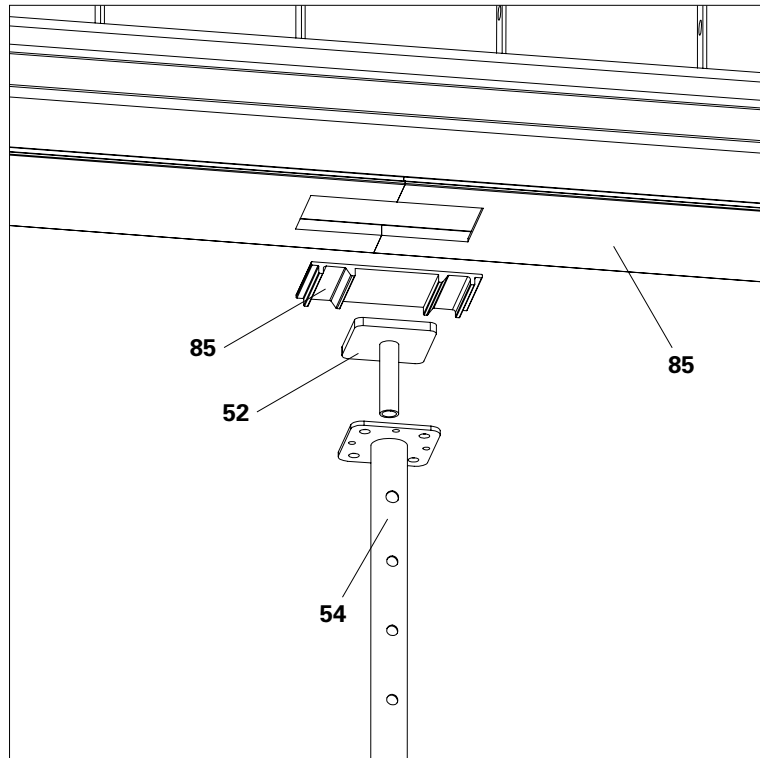

Fig. B6.02
1. Sollevare il profilo fermagetto prefabbricato UNO Plus (85) con la relativa parte a incasso come cassaforma di trave e soletta. (Fig. B6.02)
2. Montare il corrente fermagetto UNO Plus (20).
3. Preparare il profilo fermagetto prefabbricato UNO Plus (85) con dimensioni di 110 x 230 mm.
4. Posizionare il puntello della trave come puntellamento posteriore. (Fig. B6.02). Utilizzare i seguenti componenti insieme al puntello:
- Adattatore trave UNO Plus (52)
- Profilo fermagetto prefabbricato UNO Plus (85).